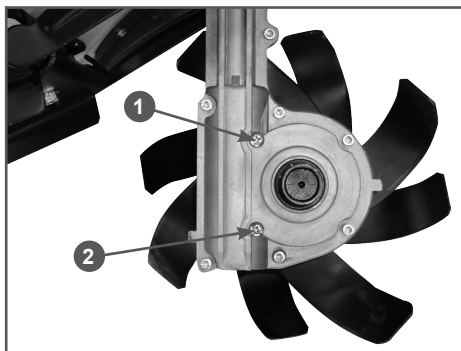

Рис. 16 Заправка масла в корпус редуктора
верстия (Рис. 16).
4. С помощью специального шприца или масленки через контрольное отверстие 1 заливаете в корпус редуктора масло до тех пор, пока оно не начнет вытекать из контрольного отверстия 1 (Рис. 16).
9. Закрутите на место пробку 1 контрольного отверстия (Рис. 16).